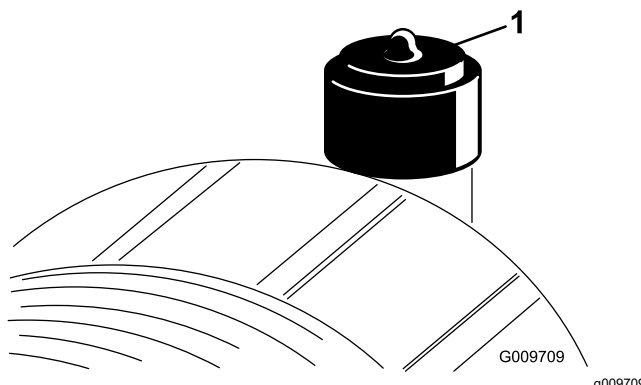

Figura 52
Revise el filtro del limpiador de aire únicamente cuando el indicador de mantenimiento (Figura 52) lo requiera. El cambiar el filtro antes de que sea necesario sólo aumenta la posibilidad de que entre suciedad en el motor al retirar el filtro.
2. Reinicie el indicador (Figura 52) si se ve rojo.